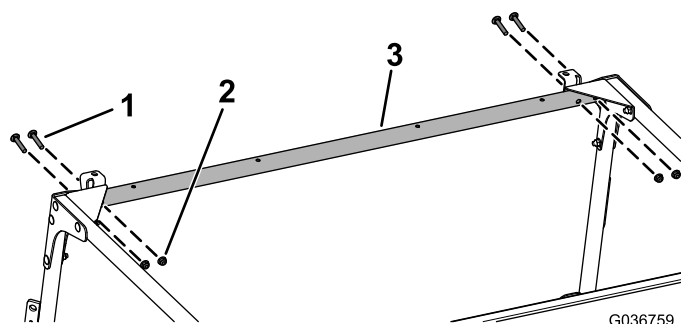

图11
10. 如图11所示, 用 4 个托架螺栓 (5/16 x 1-3/4 英寸) 和 4 个凸缘螺母 (5/16 英寸) 将前交联松松地安装到前安装板和角撑板上。